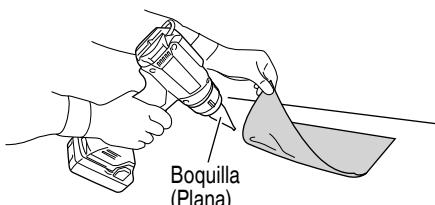

Fig. 14
**2. Reblandecimiento del adhesivo (Fig. 14)**